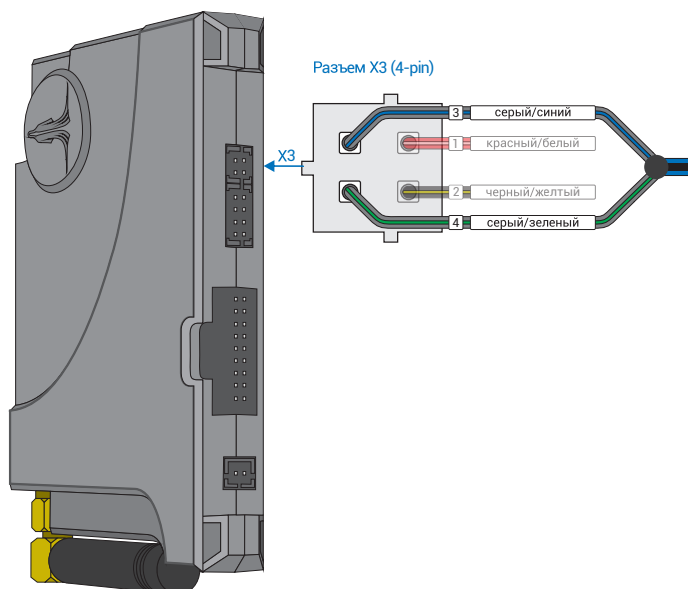
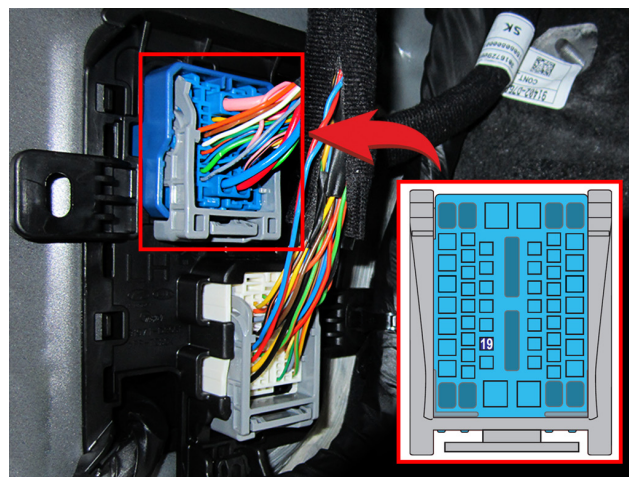

Рис.1 Призрак-8xx
Рис.2 Место подключения (синий/черный провод)
3. Объедините между собой серый/синий провод (контакт №3) и серый/зеленый провод (контакт №4), находящиеся в разъеме X3 (см. рис.1). Подключите их к шине данных а/м: синий/черный провод (контакт №19) за левой кик панелью в синем разъеме (см. рис. 2).